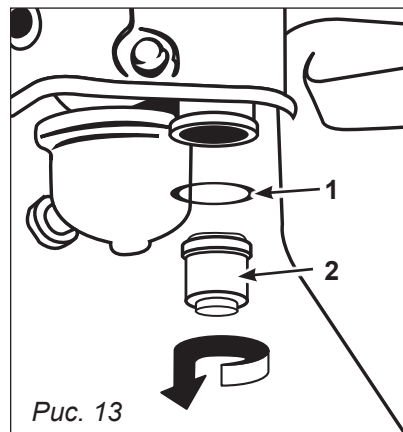

Рис. 13
Переместите топливный кран в положение «Закрыто» (OFF), открутите гайку топливного фильтра и уплотнительное кольцо. Промойте детали в растворителе, тщательно прочистите их и снова установите на прежние места. Переместите топливный кран в положение «Открыто» (ON) и убедитесь, чтобы не было утечек (рис. 13).